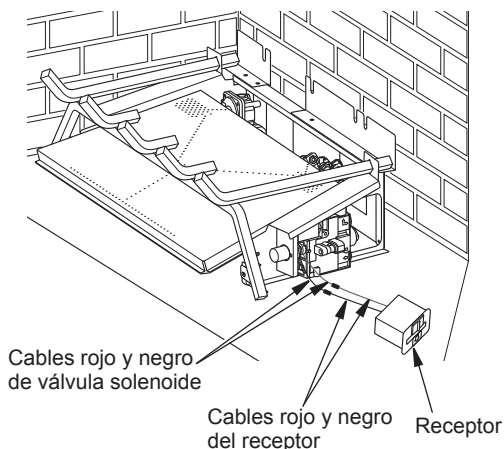

Figura 18 - Colocación del receptor remoto a la válvula solenoide
1. Retire la tapa de la batería en el receptor, como se muestra en el cuadro. Instale cuatro baterías de tamaño AA en el receptor (consulte la Figura 18).
2. Localice los cables rojo y negro de la válvula solenoide en el lado derecho del calentador. Conecte los cables al receptor, rojo con rojo, negro con negro (consulte la Figura 18).
3. Coloque el receptor al lado del juego de leños (consulte la Figura 18).